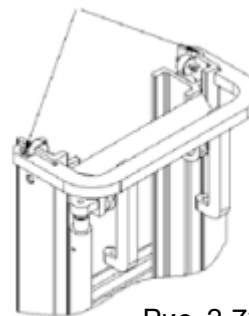

Рис. 2-73
- (1) Места крепления подъемной системы представлены на Рис. 2-73